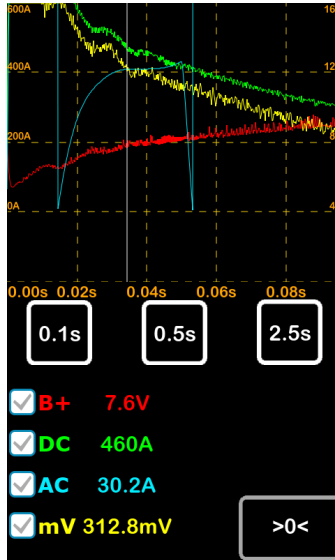

Rysunek 4. Wskaźnik kierunku prądu na czujniku
2. Podłącz zaciski przewodu diagnostycznego do zacisków rozrusznika. Czujnik prądu należy założyć na przewód zasilający podłączony do zacisku 30 rozrusznika w taki sposób, aby strzałka znajdująca się po wewnętrznej stronie czujnika (zob. rys. 4) była skierowana w stronę rozrusznika.